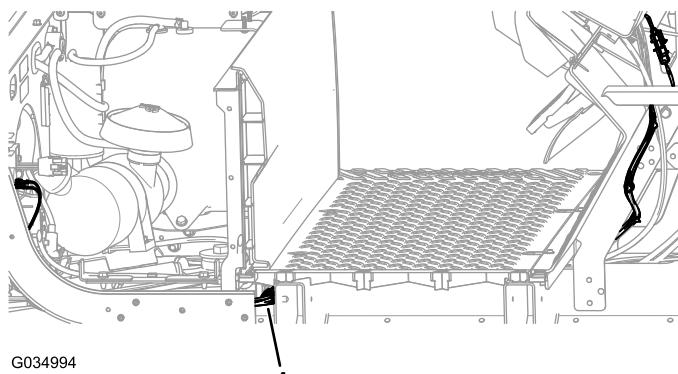

Figura 11
7. Utilizzando un passacavi, disponete il cavo di alimentazione accessorio nella parte anteriore della macchina, sotto la pedana e attraverso il cruscotto, e montate delle fascette per cavi come opportuno (Figura 11).